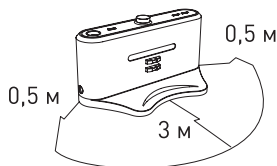

Рис. 1
2. В полу в радиусе 3 м спереди и 0,5 м по бокам не должно быть выемок и каких-либо других препятствий, чтобы робот мог иметь свободный доступ к базе (см. рис. 1).